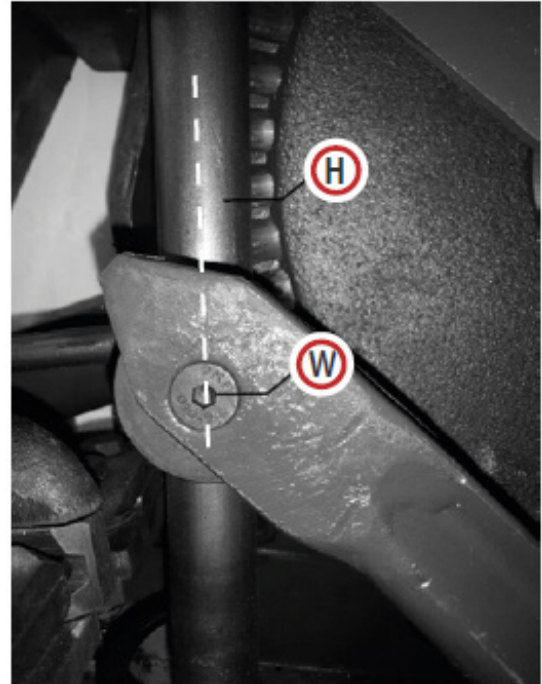

Fig.28b
El torcedor debe funcionar solo cuando el centro de la polea de la aguja (W) coincide con el centro del eje (H) (Fig. 28b).